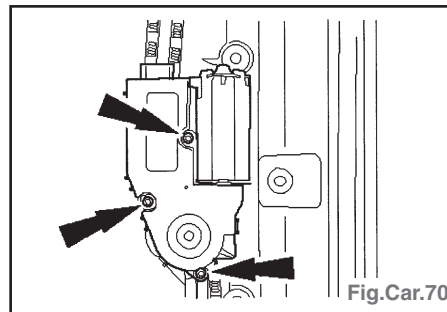

Fig.Car.70
- Déposer le moteur de toit ouvrant (Fig.Car.70).